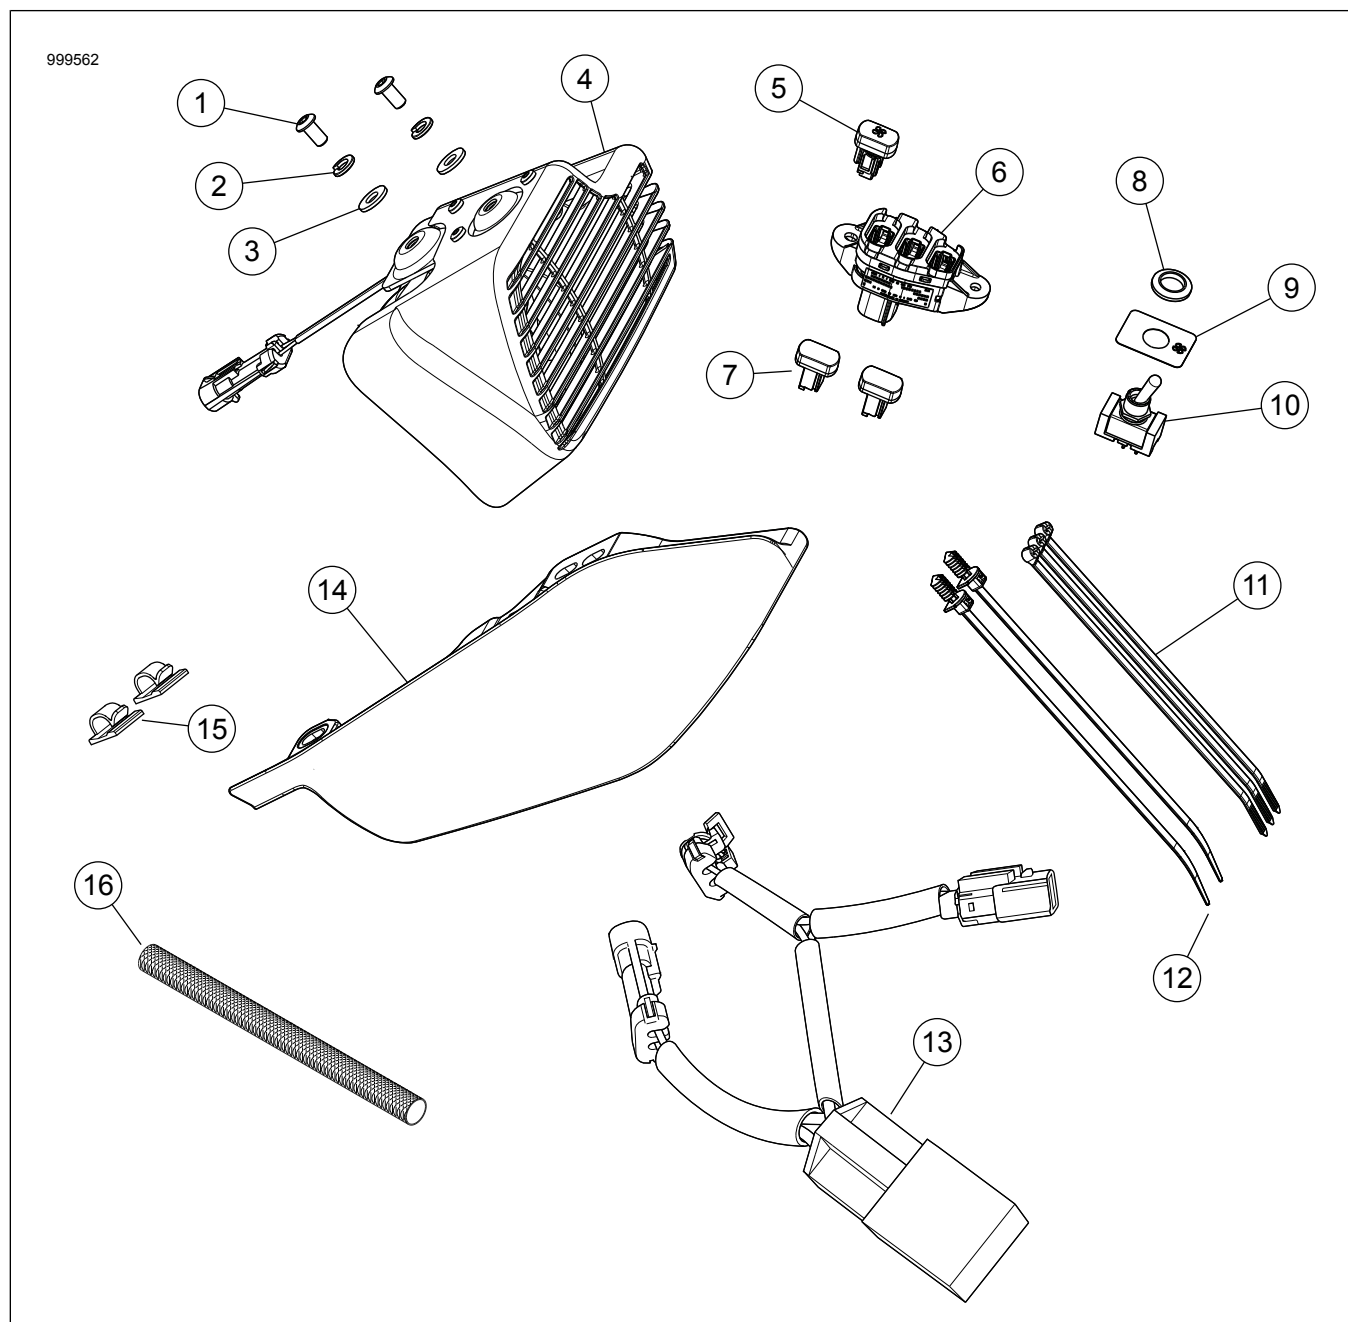

Figura 7. Componente de service: Kit ventilator
Consultați Figura 7 și Tabelul 1.
1. Consultați Figura 7 . Dacă a fost echipat anterior, montați noul paravânt din partea mediană a cadrului (13).
5. Consultați Figura 7 . Montați comutatorul ventilatorului.
- a. **Vehicule cu carenaj:** Instalați panoul de comutare (6) și comutatorul ventilatorului (5). Consultați manualul de service.